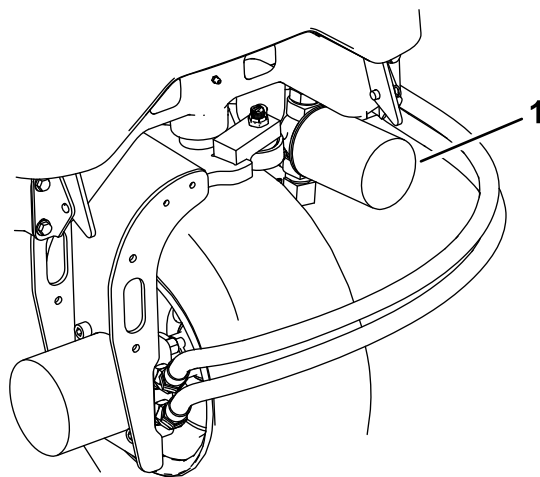
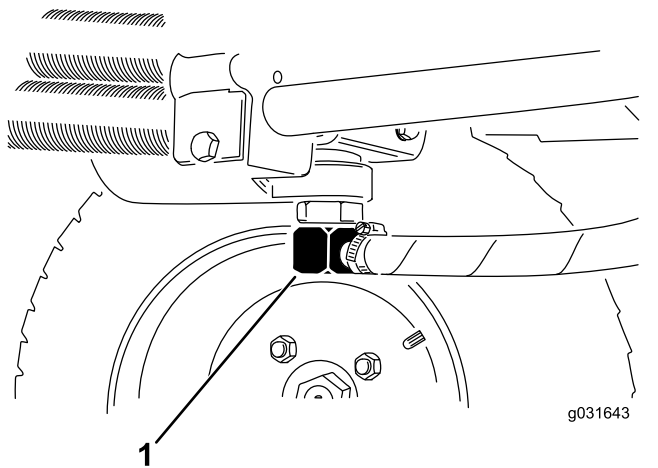

図 63
図 64
3. フィルタ取り付け部付近をきれいに拭い、下に容器を置き、フィルタを外す 図 63。
2. 油圧ラインの接続部または油圧フィルタを外し、流れ出すオイルを容器に受ける 図 63 と 図 64。
3. オイルが全部流れ出たらラインを元通りに接続する 図 64。